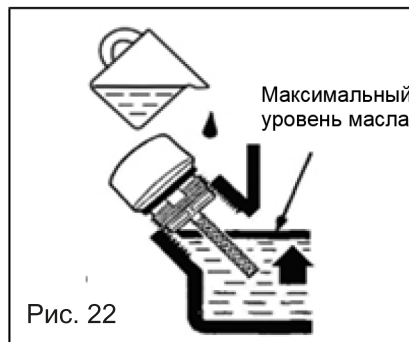

Рис. 22
3. Через маслозаливную горловину залейте моторное масло в картер двигателя до уровня нижней кромки маслозаливной горловины (Рис. 22). В зимнем двигателе моторное масло можно заливать в картер как через нижн.. заливную горловину, так и через верхнюю.